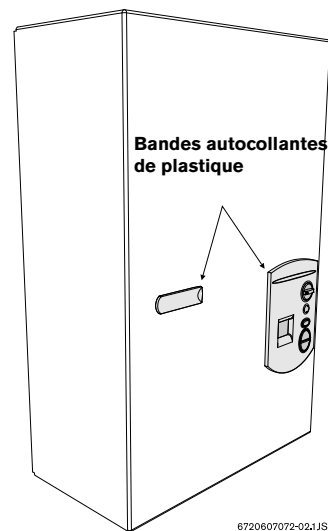

Fig. 3 Enlever le couvercle avant
- des bandes protectrices autocollantes servant à recouvrir les vis du couvercle avant et le panneau de commande, que l'installateur devrait apposer sur le devant de l'appareil une fois l'installation terminée. Voir la Fig. 3.
- Dévissez les deux vis à tête Philips se trouvant sur le panneau avant (sous les bandes protectrices autocollantes si elles ont déjà été apposées) - voir la Fig. 3.